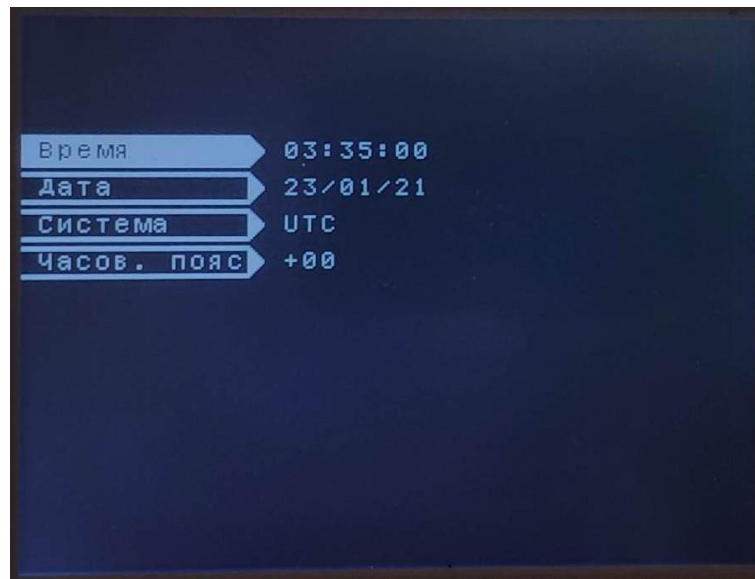

Рисунок 28 – Раздел «Дата и время»
4. «Дата и время» - раздел предназначен для установки даты и времени «ОПЮН» АПК ТХ (см. рисунок 28).